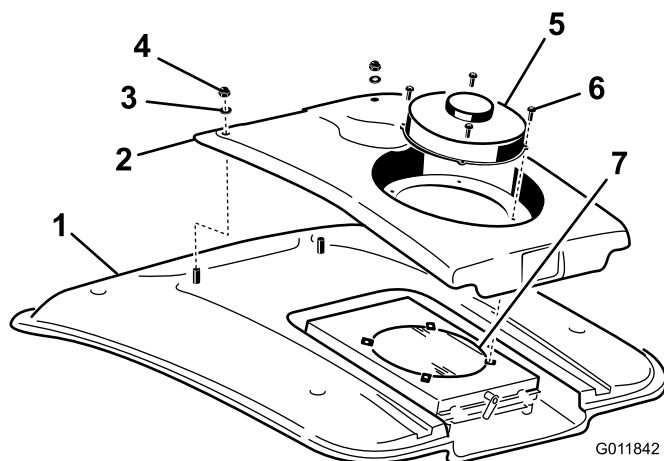

図 104
2. ファン取り付け部にファンとコンデンサを固定しているねじ(4本)を外す(図 104)。
4. コンデンサカバーの前部をキャブの屋根に固定しているナット(2個)とワッシャを外す(図 104)。
8. スクリーンを圧縮空気ですき洗いして洗淨する(図 104)。